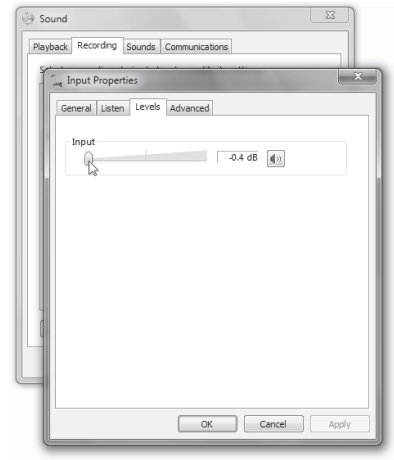

Figure 3
6. Pour modifier le volume, cliquez sur "Propriétés", puis sélectionnez l'onglet "Niveaux". Le réglage de volume d'"Entrée" devrait être sur 0 dB pour bénéficier de la meilleure plage dynamique possible (Figure 3). Si le niveau est plus haut, le bruit de fond risque d'être trop élevé. Le